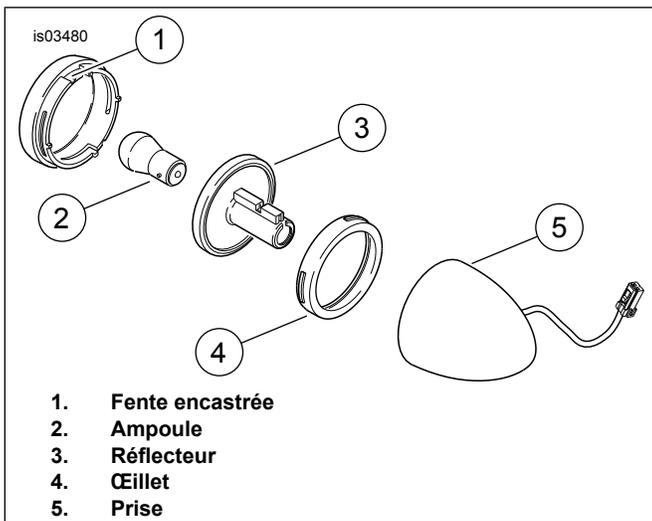

Figure 6. Ensemble de lampe
- a. Voir la Figure 6. Introduire un tournevis à lame plate dans la fente encastrée sur le diffuseur du feu de direction. Tourner délicatement jusqu'à ce que le diffuseur saute.